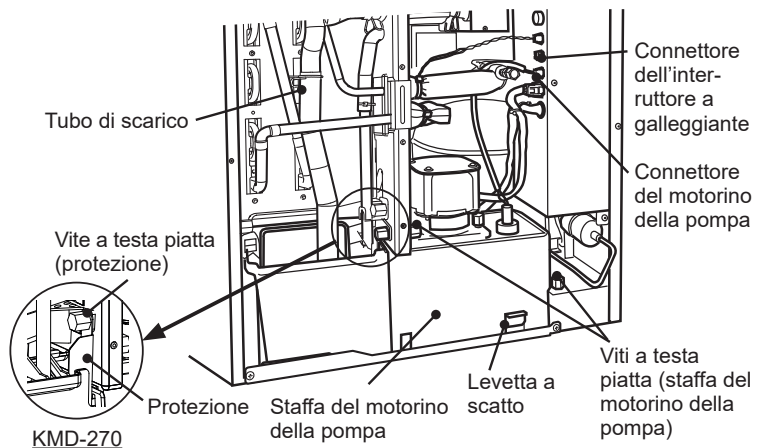

Fig. 3
- 2) Allentare le due viti a testa piatta che fissano la staffa del motorino della pompa. Nei modelli KMD-270, allentare la vite a testa piatta e rimuovere la protezione. Vedere Fig. 3.
Assicurarsi di far passare il tubo di scarico dietro il tubo in rame e collegarlo saldamente. Vedere Fig. 3. Diversamente, il tubo di scarico potrebbe rimanere impigliato nell'isolamento anteriore, con conseguenti risultati inadeguati.